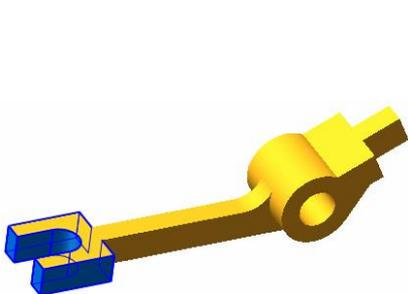
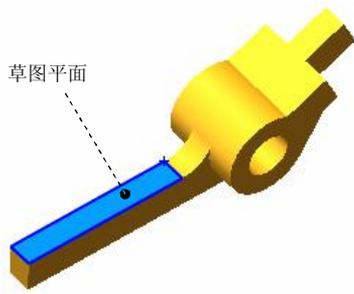
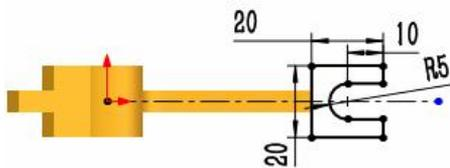

图 1.9 凸台-拉伸 3
图 1.10 草图平面
图 1.11 横断面草图
Step5. 创建图 1.9 所示的零件特征——凸台-拉伸 3。选择下拉菜单 **插入(I)** → **凸台/基体(B)** → **拉伸(E)...** 命令（或单击 按钮）；选取图 1.10 所示的平面为草图基准面；在草图绘制环境中绘制图 1.11 所示的横断面草图；在“凸台-拉伸”对话框 **方向 1** 区域的下拉列表中选择 **给定深度** 选项，输入深度值 8.0；单击 按钮，完成凸台-拉伸 3 的创建。